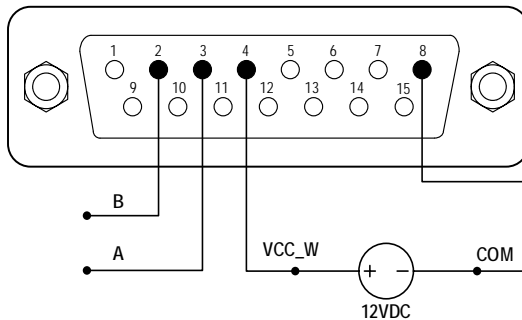

Abbildung 21. RS485 MODBUS-Verkabelung
- 1) Schalten Sie die Stromversorgung aus. Verdrahten Sie den DB15-Stecker wie in Abbildung 21, und verbinden Sie ihn mit dem DB15-Anschluss auf der Rückseite der Pumpe. Um elektrische Störungen zu minimieren, wird eine externe Gleichstromquelle empfohlen.